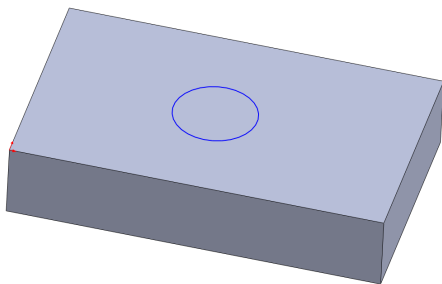

图 5-20 打开素材模型
(1) 单击常用工具栏中的【打开】按钮，打开一幅素材模型，如图 5-20 所示。